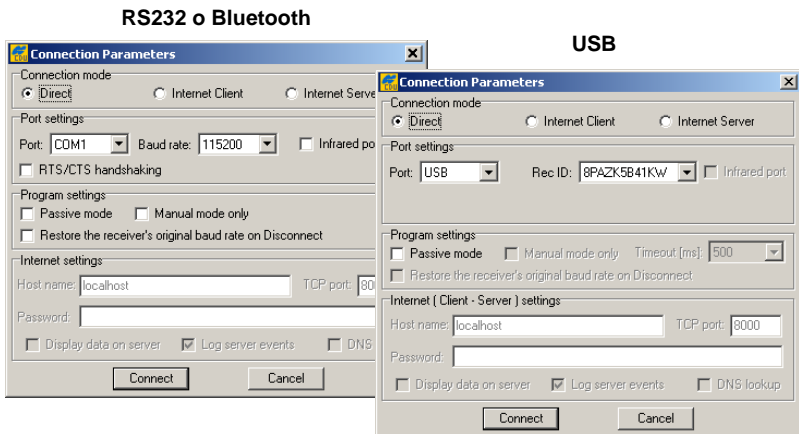

Figura 3-7. Parámetros de Conexión
- En el cuadro de diálogo *Connection Parameters*, seleccione los siguientes parámetros (Tabla 3-4) y haga clic en **Connect** (Figura 3-7).